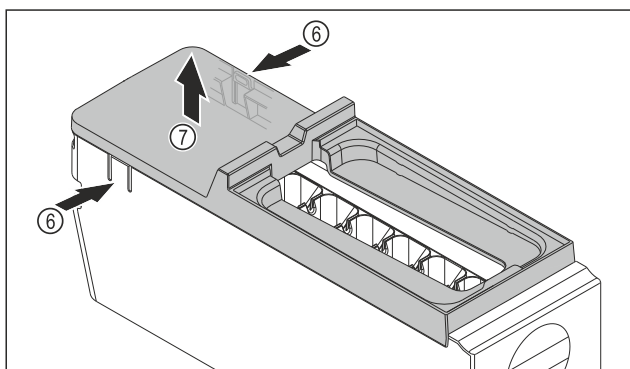

Fig. 292
- ▶ Снимите крышку корпуса EasyTwist-Ice: Надавите рукой на накладки Fig. 292 (6) с обеих сторон корпуса EasyTwist-Ice.
- ▶ Другой рукой снимите крышку Fig. 292 (7) по направлению вверх.